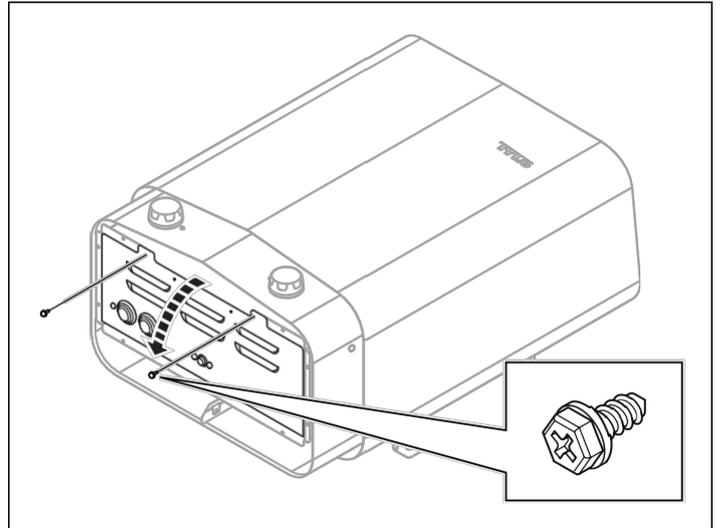

Figura 5: Apertura/chiusura del coperchio
2. Allentare le viti e aprire il coperchio (vedere Figura 5).
4. Chiudere il coperchio e serrare le viti (vedere Figura 5).